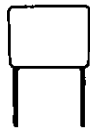

Abb. 41
2. Die Kondensatoren haben die Anschlüsse an einer Seite (Abb. 41). Auch sie werden von der Positionsdruckseite auf die gedruckte Schaltung gesteckt.